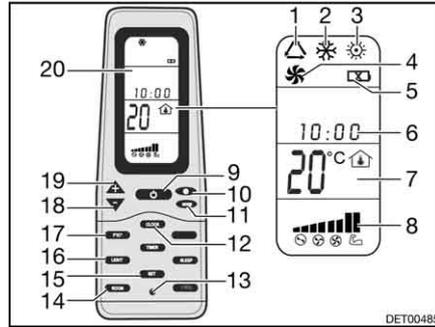

Fig. 133 Mando a distancia
- Pulsar la tecla ON/OFF (Fig. 133,9).
- Pulsar la tecla "Mode" (Fig. 133,11) las veces que sean necesarias hasta que se visualice el modo de funcionamiento deseado (Fig. 133,1, 2, 3 ó 4) en el display (Fig. 133,20).
- Ajustar la temperatura deseada con las teclas "+" (Fig. 133,19) y "-" (Fig. 133,18).
- Seleccionar la etapa deseada del ventilador con la tecla Velocidad del ventilador (Fig. 133,10).